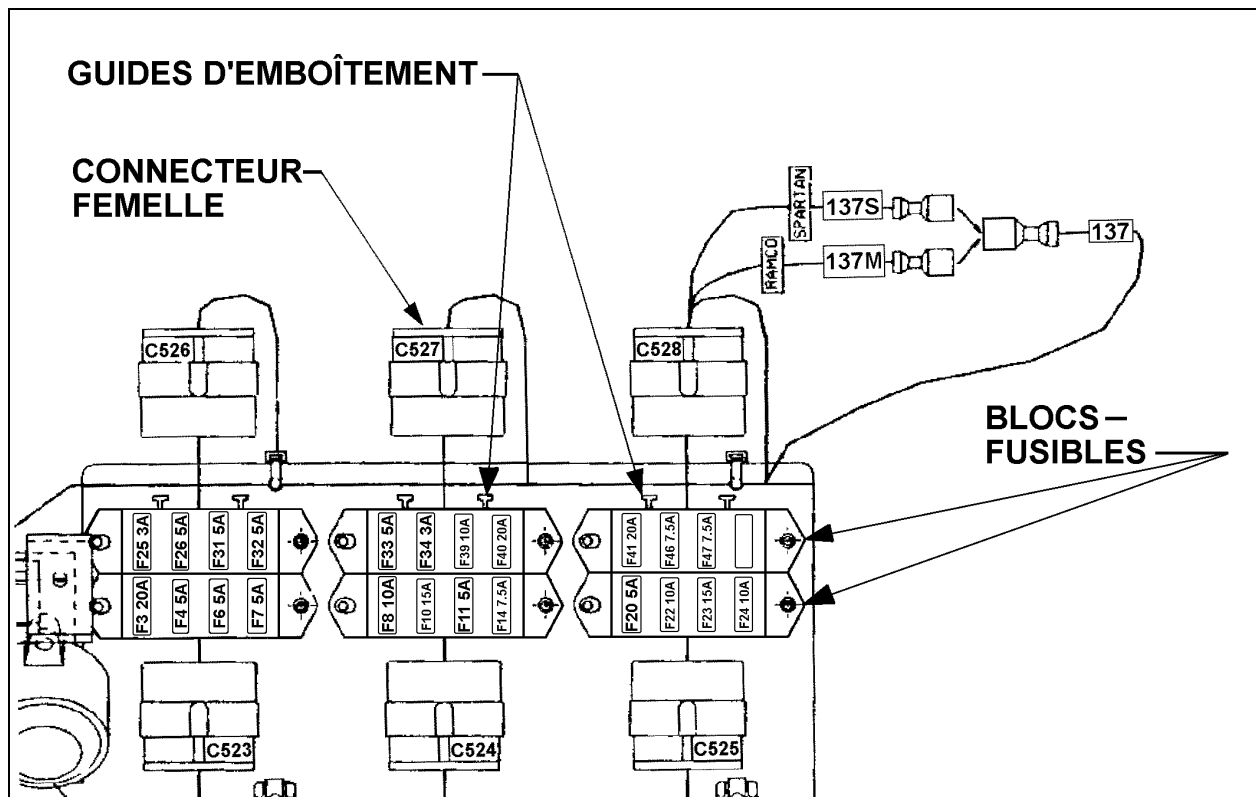

FIGURE 1: COMPARTIMENT DE SERVICE AVANT (H3-41 ET H3-45)
1. Vérifier le positionnement des blocs-fusibles (Prévost # 562621) dans le compartiment de service avant (6 blocs) et dans le compartiment électrique arrière (5 blocs) (voir fig. 1 et 3).
2. S'assurer que les guides d'emboîtement en forme de "T" sont orientés vers le haut (voir fig. 1 et 3).